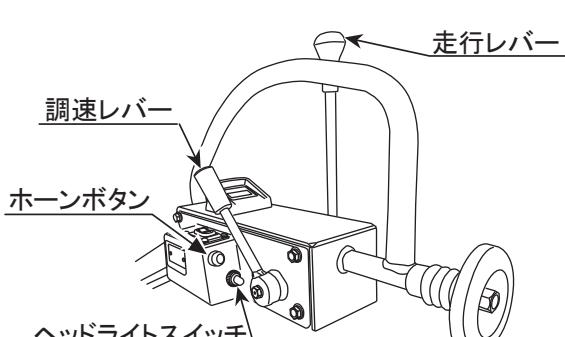

図 7
- 各レバーーやワイヤーが確実に動作するか点検します。ホーンボタンを押して、ホーンが正常に鳴るかを確認してください。ヘッドライトスイッチを入れてヘッドライトが点灯するかを確認してください。(図7)